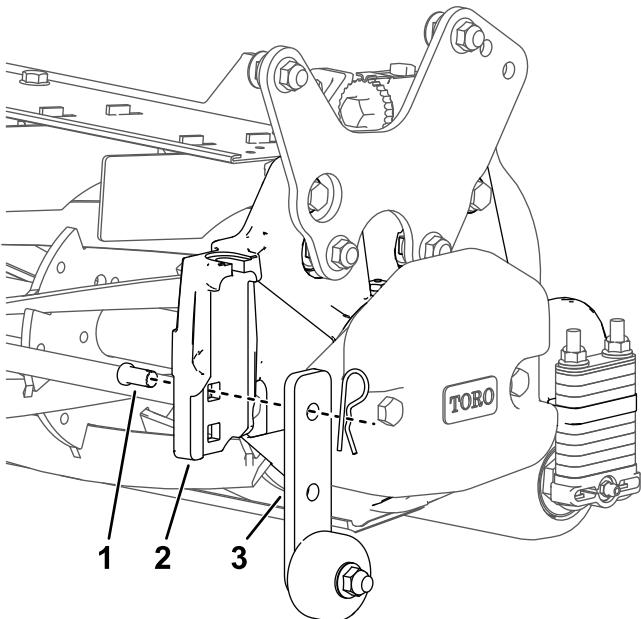

図 18
- カッティングユニットを床に降ろす時やトラクションユニットから外す時には、ショップローラを下げる図 18。